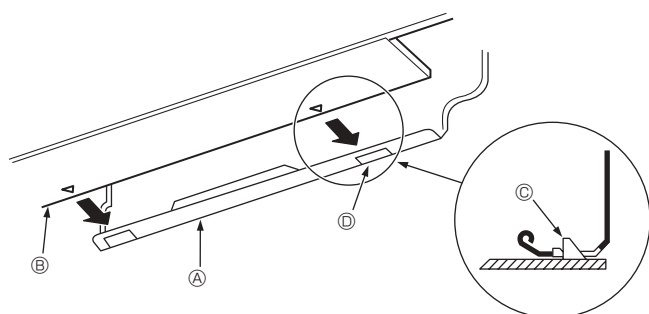

Fig. 3-10
- Wkładając przewody rurowe czynnika chłodniczego i wąż spustowy w otwór w ścianie (przepust), zaczepić górną część jednostki wewnętrznej na płycie montażowej ①.
- Zamocować, dociskając dolną część jednostki wewnętrznej do płyty montażowej ①. (Fig. 3-10)
- * Sprawdzić, czy wypustki na spodzie jednostki wewnętrznej są bezpiecznie zamocowane w płycie montażowej ①.